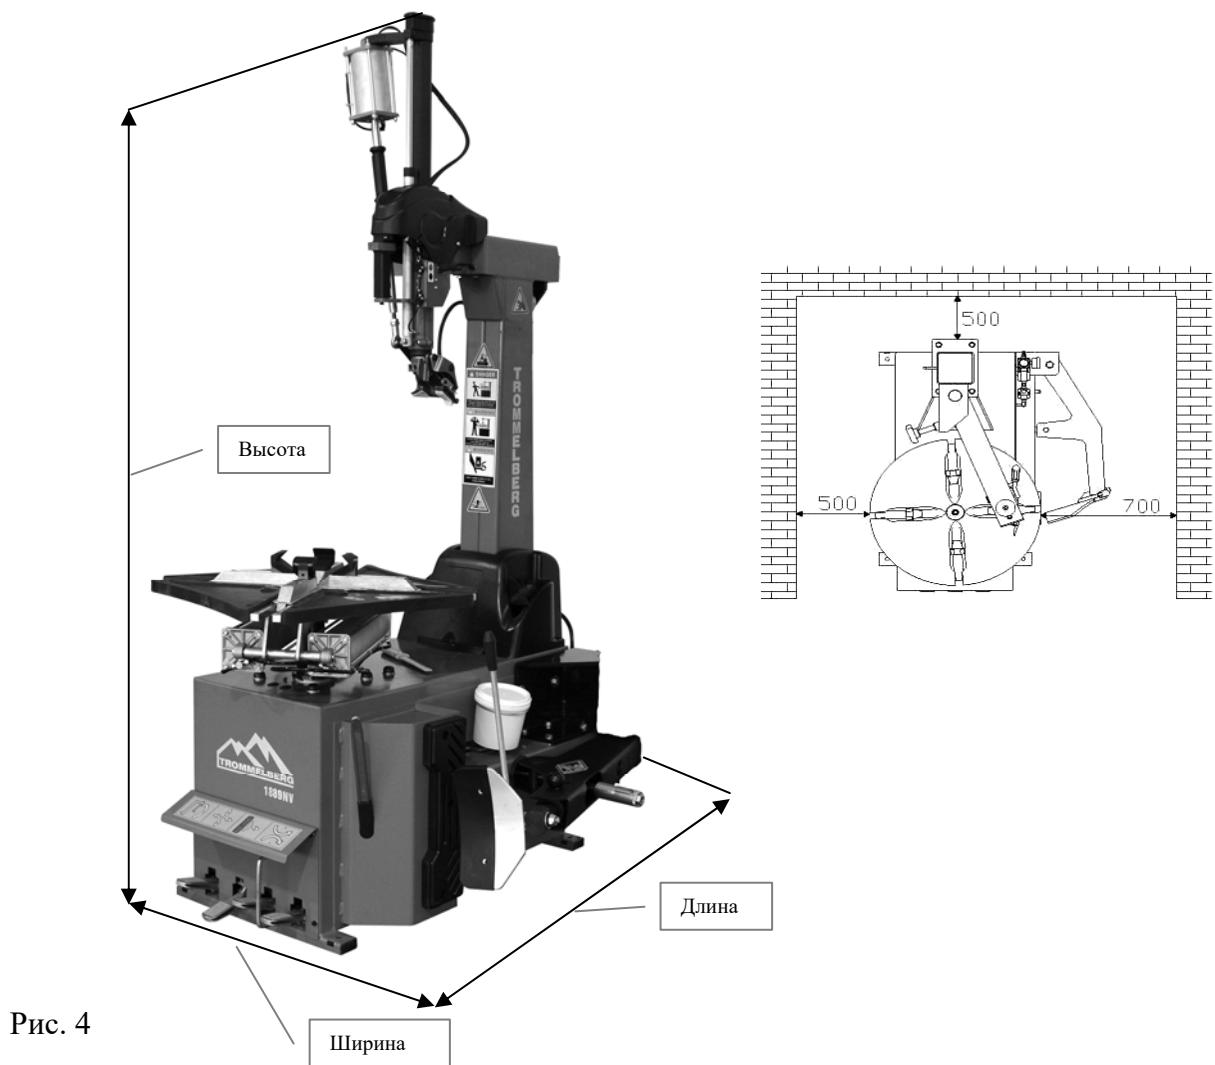

Рис. 4
**Максимальные** размеры оборудования с учетом выступающих частей, и вес брутто (без опций, таких как «третья рука»), рис. 4